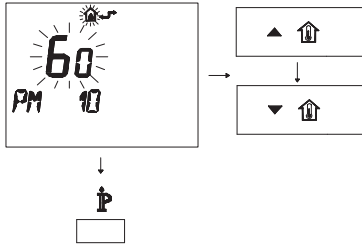

Fig. 5.70
- Per modificare il SET programmato agire sui pulsanti ▲⏮ o ▼⏮ e aspettare che il numero programmato cominci a lampeggiare (Fig. 5.70).